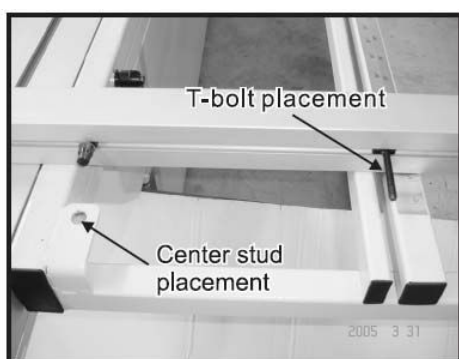

Fig. 23
4. Установите центральный штифт и T-образный болт в положения, указанные на рис. 23.